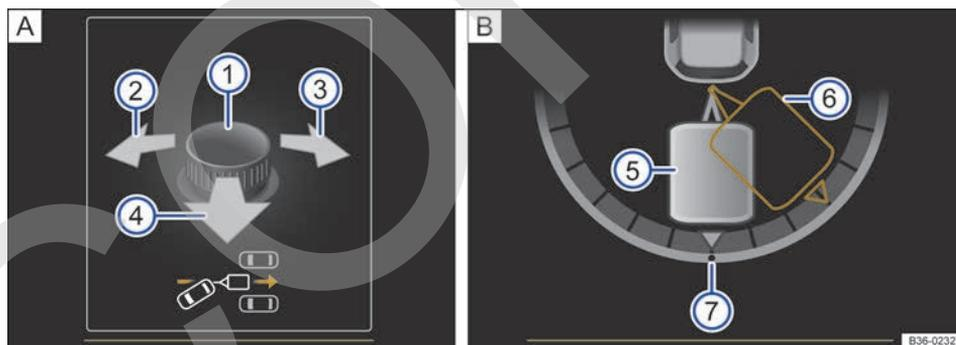

Fig. 168 En la pantalla del cuadro de instrumentos: manejar el asistente para maniobras con remolque.
Leyenda de la fig. 168:
- Bascule el mando hasta alcanzar la dirección deseada. En la pantalla del cuadro de instrumentos aparece a modo de orientación una representación del conjunto vehículo tractor y remolque en la posición actual → **fig. 168** .